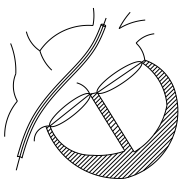

Abbildung 5. Positionierung der Schleuse im Herzen
- Den Dilator und die Schleuse mit Kochsalzlösung spülen; den Dilator in die Schleuse einführen und die Überwurfmutter festziehen, um sicherzustellen, dass der Dilator fest mit der Schleuse verbunden ist. Die Schleuse mit dem Dilator über den Austauschführungsdraht durch den Septumdefekt in die V. pulmonalis sinistra superior vorschieben. Den Austauschführungsdraht und den Dilator entfernen (siehe Abbildung 5).